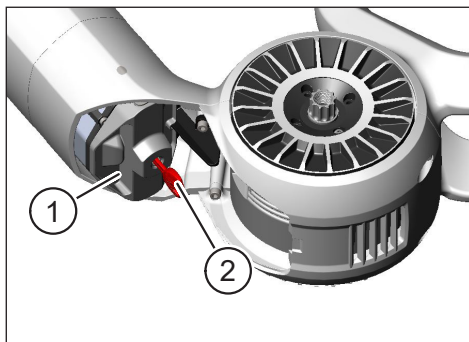

Fig. 17: Verrouiller le verrou de la batterie
- Placez le verrou de la batterie sur l'extrémité inférieure de la batterie (voir pos. 1 dans Fig. 17).
- Tournez la clé (voir pos. 2 dans Fig. 17) jusqu'en butée dans le sens inverse aux aiguilles d'une montre.